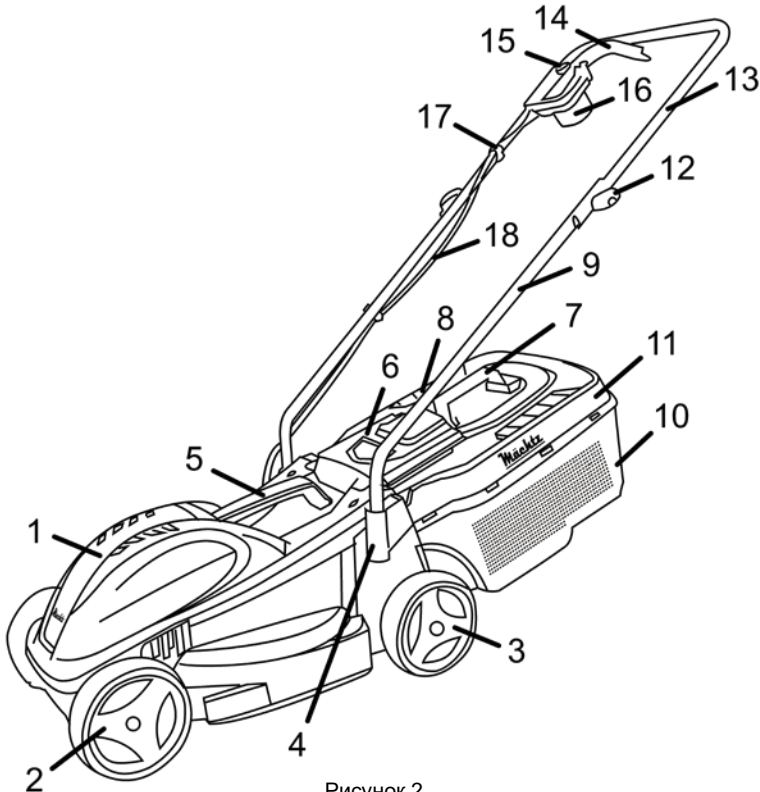

Рисунок 2
- у відповідні отвори корпусу двигуна встановіть кінці нижньої частини рукоятки (9, рисунок 2) і зафіксуйте їх гвинтами (дивіться рисунок 5.2);
- встановіть рукоятку (7, рисунок 2) на верхній частині травозбірника (11, рисунок 2). Для цього притисніть передню частину, а потім і задню частину рукоятки до відповідних місць травозбірника;
- підніміть догори кришку отвору викиду трави (6, рисунок 2), візьміть травозбірник за рукоятку і зачепіть його двома кронштейнами за два кронштейни на корпусі двигуна газонокосарки;